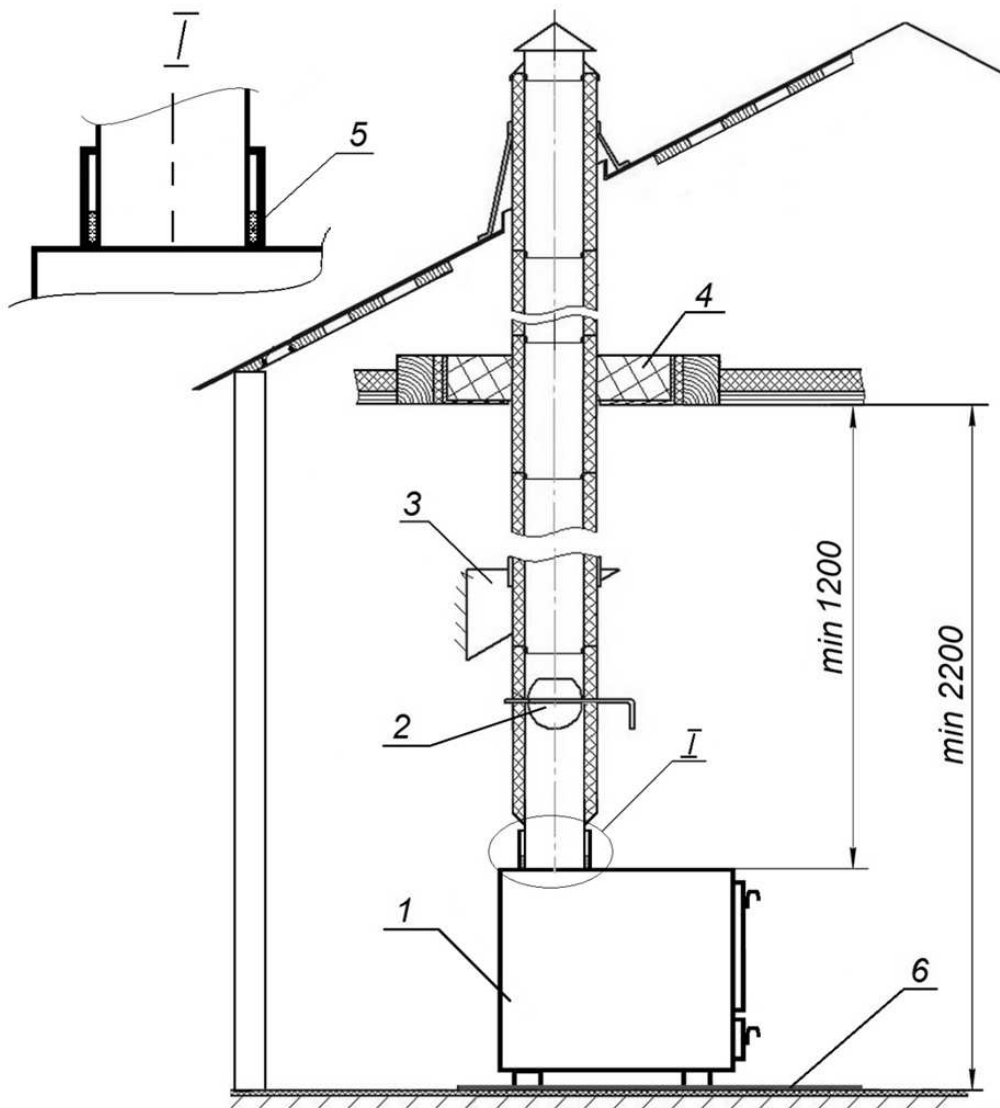

Рисунок 3. Схема монтажа печи и дымовой трубы:
- 4.6. Печь должна быть разгружена от веса дымовой трубы (поз.3 на рис.3).